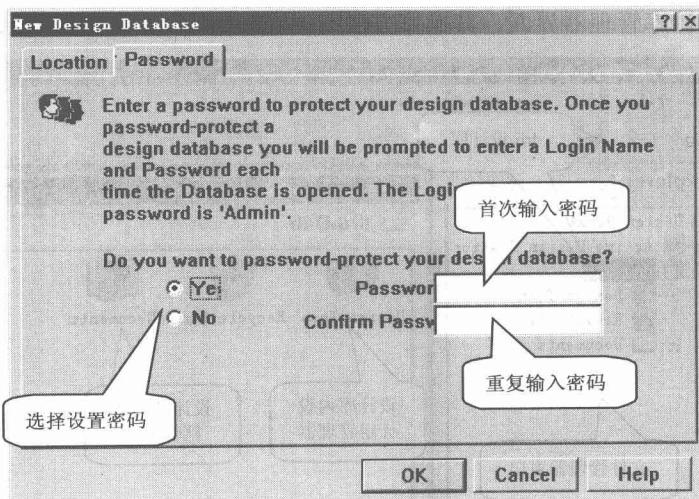

图 1.5 设计数据库设置密码
(4) 单击 Password 标签可设置打开设计数据库时的密码，如图 1.5 所示。但是，如文件类型设置为 Windows File System (文件夹管理类型)，则此标签消失。